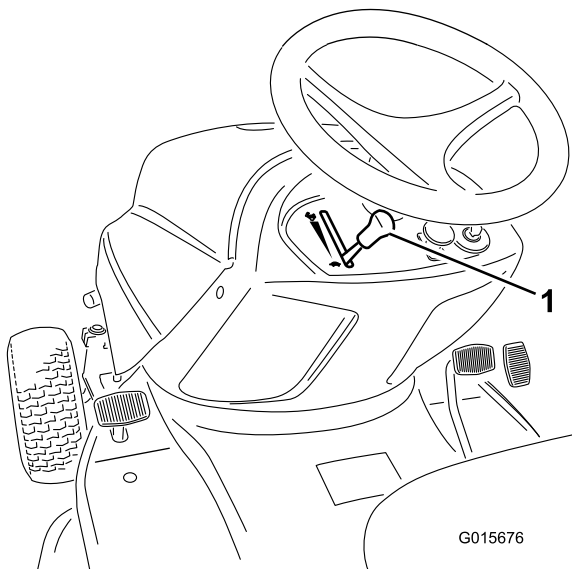

Bild 10
5. Stellen Sie den Gasbedienungshebel beim Anlassen eines kalten Motors auf Choke (ganz nach oben) (Bild 10).
6. Stellen Sie den Gasbedienungshebel auf Langsam (Schnecke) (Bild 10).
1. Stellen Sie den Gasbedienungshebel auf Langsam (Schnecke) (Bild 10).